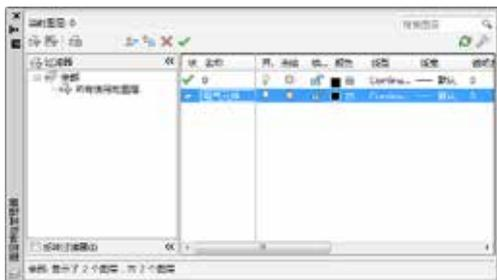

图3-87 新建图层
- 02 调用LA【图层特性】命令, 打开【图层特性管理器】对话框, 新建【电气元件】图层, 如图3-87所示。